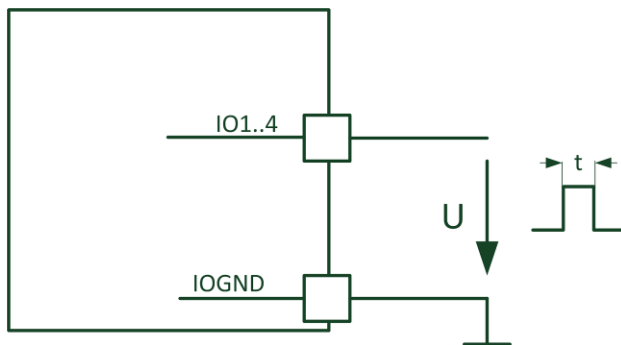

Abbildung 15: Impulseingang
5. Tragen Sie die in Abb. 15 gezeigten Parameter ein und bestätigen Sie Ihre Auswahl mit „*OK*“.